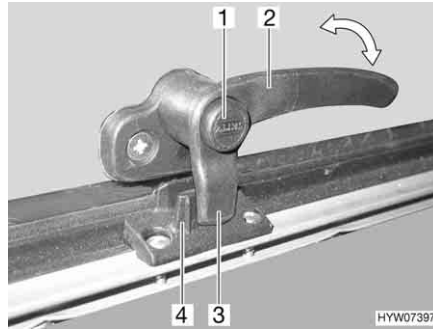
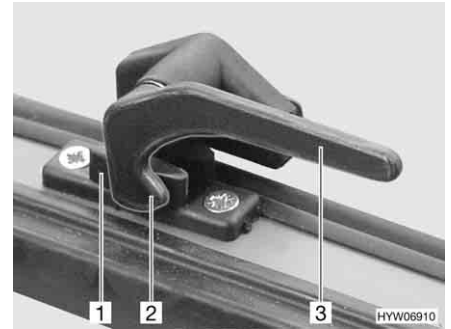

Bild 76 Låsarm med låsknapp i läget "stängd"
Bild 77 Låsarm i läget "stängd"
- Tryck på låsknappen (Bild 76,1) om sådan finns och håll den nedtryckt.
- Sväng låsarmen (Bild 76,2 eller Bild 77,3) ett kvarts varv mot fönstrets mitt.
- Sväng låsarmen (Bild 76,2 eller Bild 77,3) ett kvarts varv mot fönsterkarmen. Låsspaken (Bild 76,3 eller Bild 77,2) på låsarmen sitter helt på fönsterläsets insida (Bild 76,4 eller Bild 77,1).
- I läget "helt stängt" (Bild 76 och Bild 77)